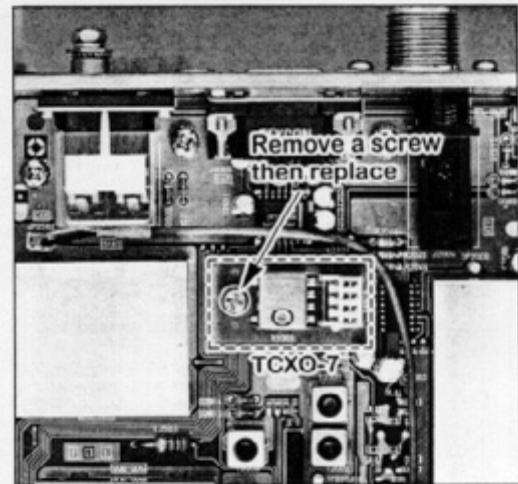

Figure 4
3. Ориентируясь на фотографию (Figure 4), удалите плату "Ref Osc Unit" и установите плату TCXO-7.